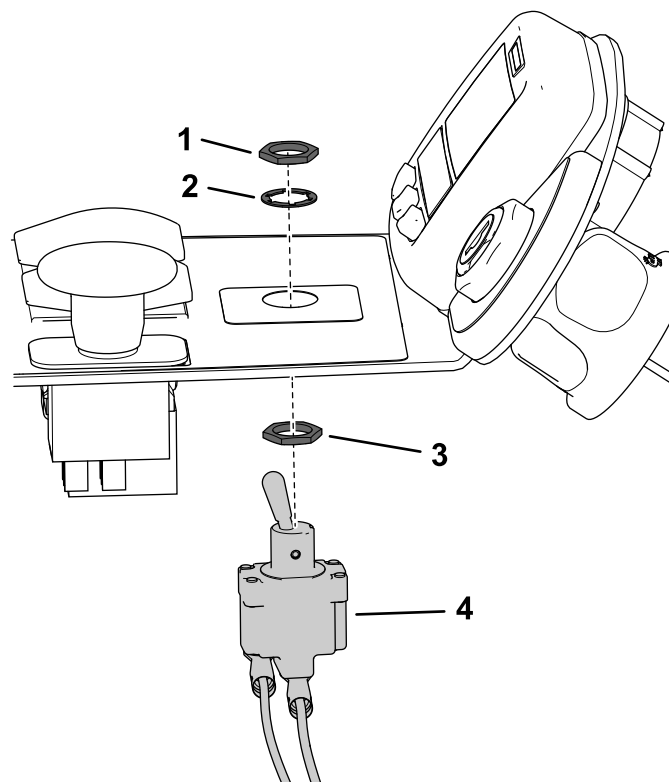

Figura 21
8. Montate il commutatore nel foro da 13 mm dalla parte inferiore della consolle; fate riferimento a Figura 21 per l'orientamento corretto del dado di bloccaggio esagonale e della rondella.